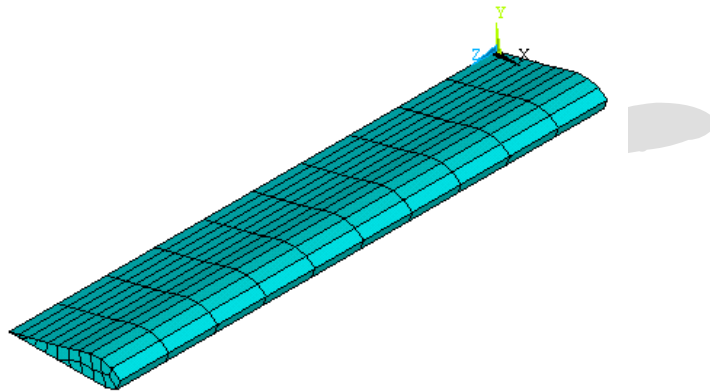

图10.18 机翼三维网格模型
(14) 在【Offsets for extrusion】文本框中输入【0】、【0】和【10】，表示沿 Z 轴方向延伸 10 个单位，单击【OK】按钮可完成网格划分操作。单击右侧工具栏中的和按钮，切换到三维视角，如图 10.18 所示。